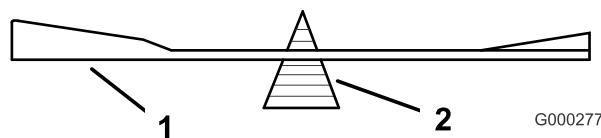
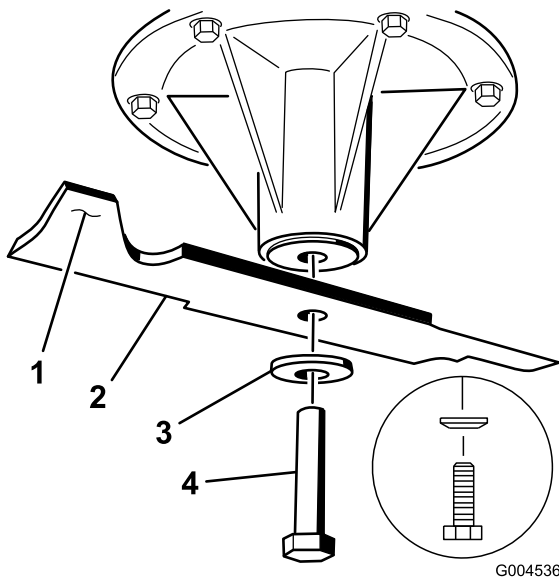

Figura 101
Figura 102
2. Verifique el equilibrio de la cuchilla colocándola sobre un equilibrador de cuchillas (Figura 101). Si la cuchilla se mantiene horizontal, está equilibrada y puede utilizarse. Si la cuchilla no está equilibrada, rebaje algo el metal en la parte de la vela solamente (Figura 102). Repita este procedimiento hasta que la cuchilla esté equilibrada.
1. Instale la cuchilla en el eje (Figura 102).
2. Instale la arandela elástica y el perno de la cuchilla. El cono de la arandela de muelle debe estar orientado hacia la cabeza del perno (Figura 102). Apriete el perno de la cuchilla a 115-150 N-m (85 a 110 pies-libra).